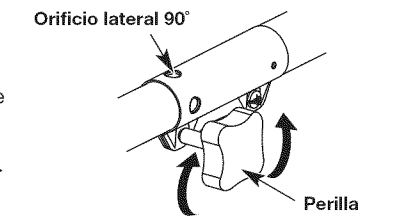

Fig. 3
1. Para aflojar, gire la perilla en sentido contrario a las agujas del reloj (Fig. 3).
3. Para apretar, gire la perilla en el sentido de las agujas del reloj (Fig. 3). Para hacer recortes/bordeados decorativos con el cabezal de corte, trabe el botón de desconexión en el orificio de 90° (Fig. 3).